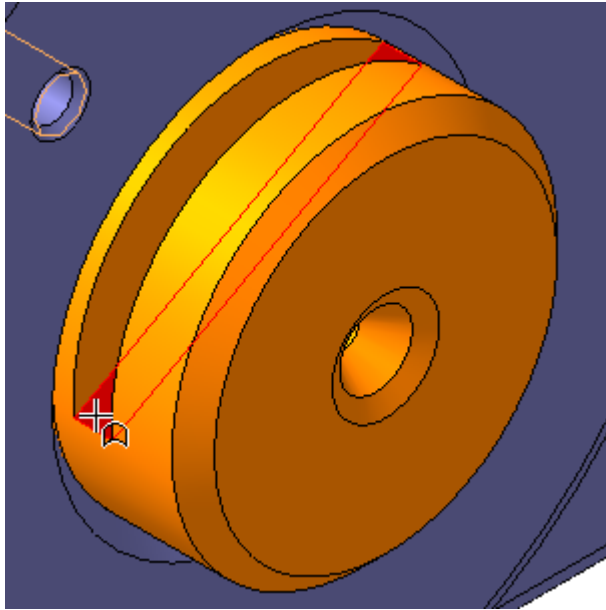

Рисунок 13.
- Укажите плоскую грань на дне паза (рис.13).